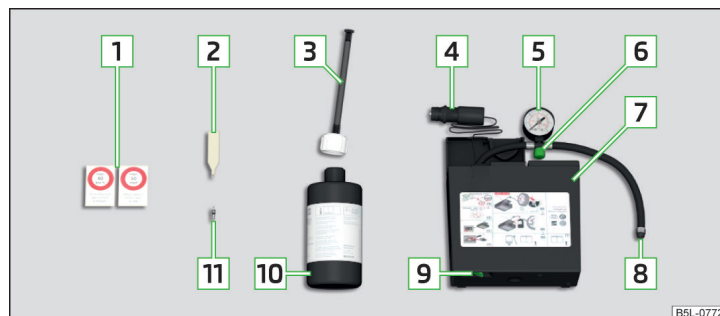

Fig. 124 Beskrivelse af havarisæt
- Sæt værktøjet til afmontering af ventilkegle **2** » Fig. 124 på side 110 på ventilkeglen, så ventilkeglen passer ind i slidsen på værktøjet til afmontering af ventilkegle.
- Ryst flasken **10** » Fig. 124 på side 110 nogle gange kraftigt frem og tilbage.
- Skru påfyldningsslangen **8** » Fig. 124 på side 110 fast på dækventilen.
- Klæb den pågældende mærkat **1** » Fig. 124 på side 110 på instrumentpanelet i førerens synsfelt.